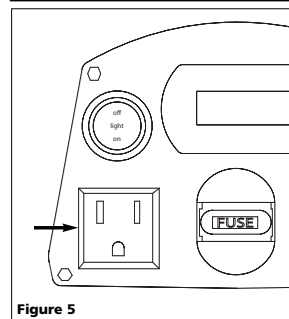

Figure 5
3. Brancher le cordon d'alimentation de c.a. de l'appareil à une prise de c.a. sur le panneau avant (voir la figure 5).